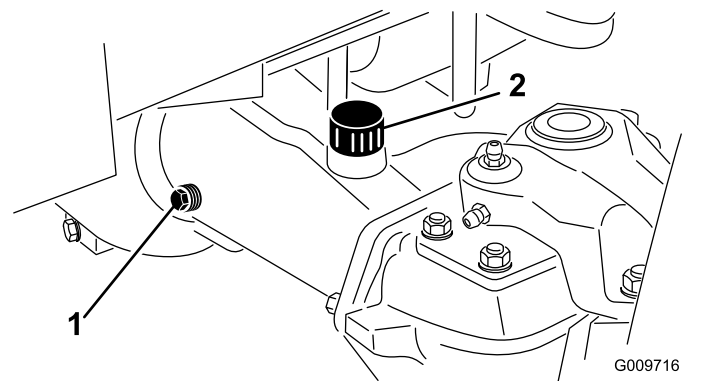

Figura 111
2. Rimuovete un tappo di controllo da un'estremità dell'assale e assicuratevi che il lubrificante raggiunga la parte inferiore del foro (Figura 111).